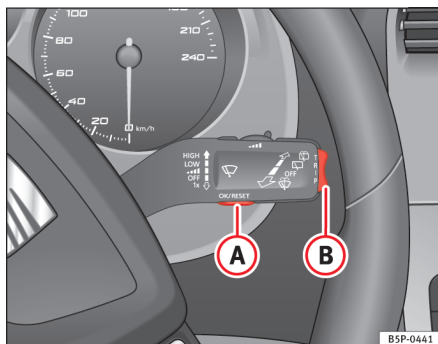
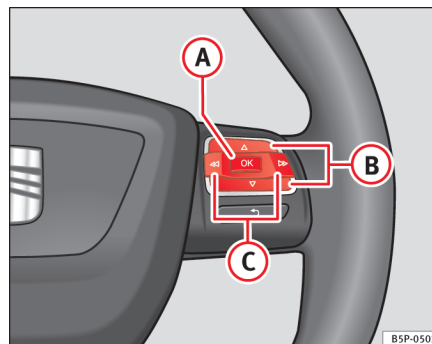

Fig. 44 Betjeningsarm til viskerne: knappen A til valg af menuer og vippeknappen B til skift mellem menuer
Fig. 45 Betjeningselementer på rattet: knappen A til valg af menuer og knapperne B til skift mellem menuer
- Tryk på knappen **C** ⇒ side 66, fig. 45 for at åbne menuen **Einstellungen** (indstillinger), indtil menuen vises i displayet. Derefter er menuen åbnet.
- For at skifte mellem hukommelserne skal du, mens tændingen er tilsluttet, trykke et kort øjeblik på knappen **A** ⇒ side 66, fig. 44 ⇒ side 66 på betjeningsarmen til viskerne eller på knappen **OK** på multifunktionsrattet ⇒ side 66, fig. 45 ⇒ side 66.
I kørecomputeren kan du vælge mellem følgende visninger ved at trykke på vippeknappen **B** ⇒ side 66, fig. 44 ⇒ side 66 på betjeningsarmen til viskerne eller ved at trykke på knappen **Δ** eller knappen **▽** ⇒ side 66, fig. 45 på multifunktionsrattet\*.